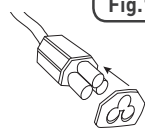

Fig.1
- ⚠ QUANDO SI USA LA STUFETTA IN UN'AREA IN CUI PUÒ VENIRE A CONTATTO CON L'ACQUA E ONDE GARANTIRE LA CONFORMITÀ CON LA PROTEZIONE IP44, CONTROLLARE SEMPRE CHE LA GUARNIZIONE IN GOMMA NERA DEL CAVO SIA IN POSIZIONE SUL CONNETTORE FINALE PRIMA DI INSERIRE QUEST'ULTIMO NELLA STUFETTA ULTRASOTTILE (FIG. 1)